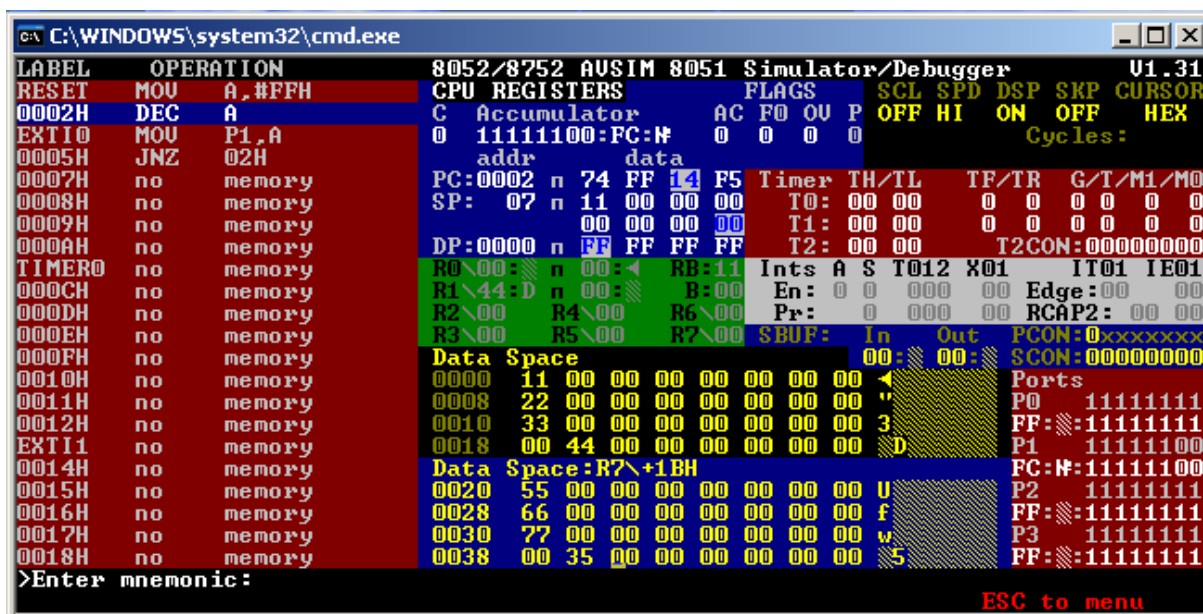

Рис. 1. Экран моделирующего отладчика
После этого на экране появляется рабочее окно (рис. 1). В левой части экрана находится поле мнемочкодов программы. Каждому адресу ячейки памяти программ ставится в соответствие мнемочкод команды, записанной по этому адресу.
- 2) Нажмите Esc и введите по Patch команды, показанные на рис. 1.